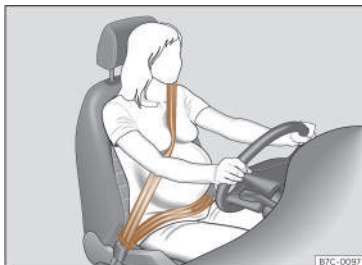

Fig. 23 Posizione del nastro della cintura di sicurezza per donne in stato di gravidanza.
In caso di **donne incinte**, la cintura di sicurezza deve passare in modo uniforme sul petto e il più possibile sotto sul bacino con il nastro piatto in modo da non stringere il ventre; deve essere utilizzata durante tutta la gravidanza >>> **fig. 23**.
- In caso di donne incinte, il tratto addominale del nastro della cintura di sicurezza deve passare il più in basso possibile davanti al bacino, appoggiato piatto e "avvolgendo" il ventre >>> **fig. 23**.